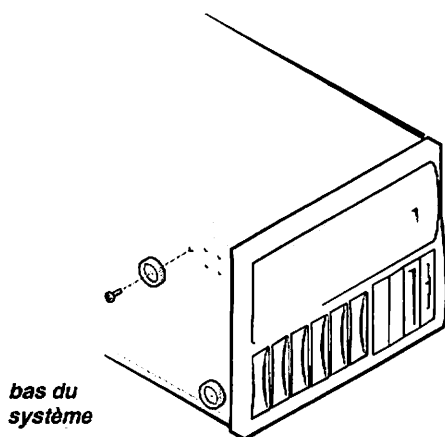

Figure 1. Retrait des pieds
2. Retirez les quatre pieds en caoutchouc du bas du châssis (voir la figure 1).